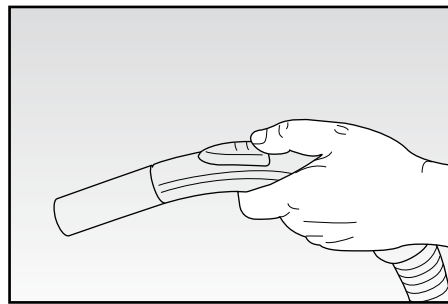

Fig. 5
La valvola dell'aria secondaria (U) si trova sull'impugnatura e viene utilizzata per regolare la forza d'aspirazione (FIG. 5).